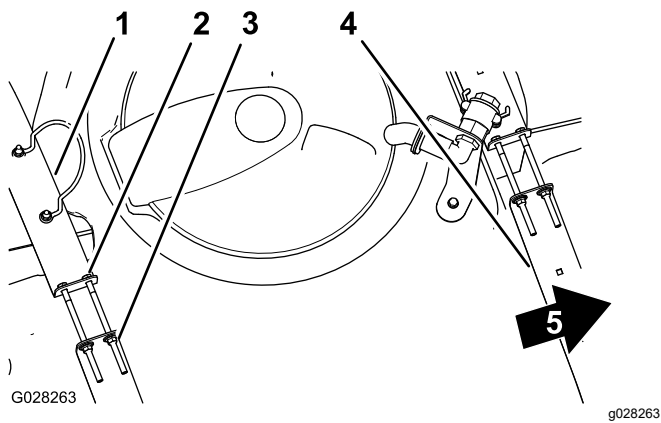

图 20
2. 检查药缸箍带与药缸之间是否有任何活动 图 20。
3. 如果药缸箍带与药缸之间有松动应拧紧箍带顶部的凸缘锁紧螺母和螺栓直到箍带与药缸表面齐平图 20。